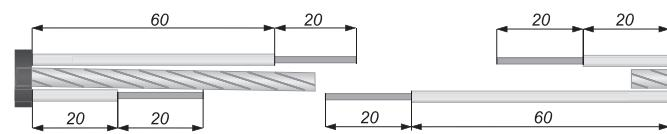

Рис. 2. Разделка нагревательного кабеля с жилами малого диаметра (см. п. 3.2.8)
3.2.8. Разделка нагревательных кабелей с жилами малого диаметра (кабели марки МНН 2х(4х0,14)н, МНН 2х(2х0,25)с, МНН 2х(2х0,25)л должна соответствовать размерам, указанным на рис. 2. После разделки зачищенные жилы этих кабелей длиной 20 мм согнуть пополам пассатижами «утконосы». В сложенном виде длина зачищенной жилы должна составлять 10 (-1) мм.